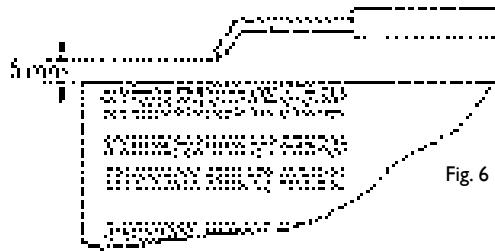

Fig. 6
- Kontrollér tændelektrodens position (se Fig. 6).